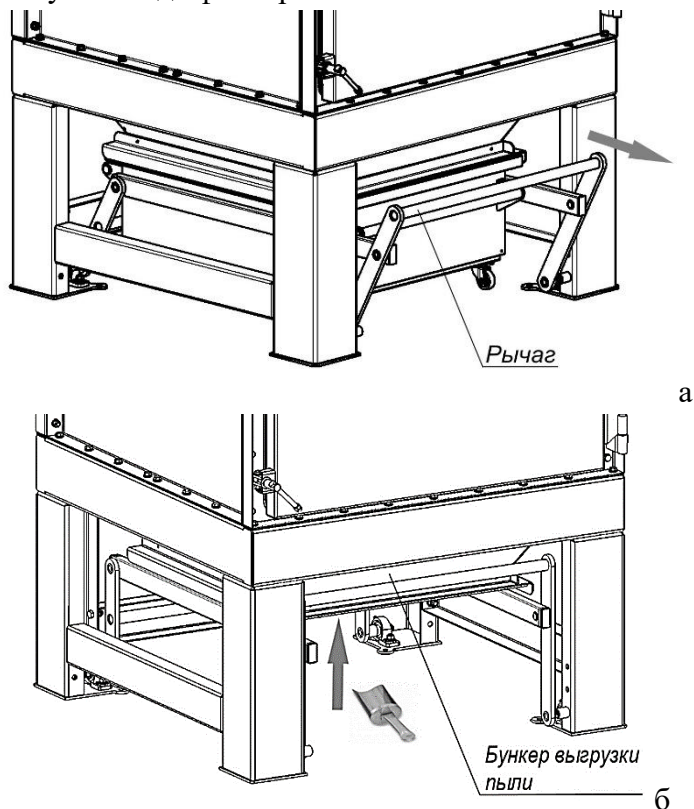

Рисунок 16
- 3) потянуть за рычаг механизма поджатия пылесборника (рисунок 16а), выкатить из-под фильтра пылесборник;
- 6) в отверстие бункера выгрузки пыли с помощью лопатки подавать (подбрасывать) небольшими порциями средство предзапыления (рисунок 16б);